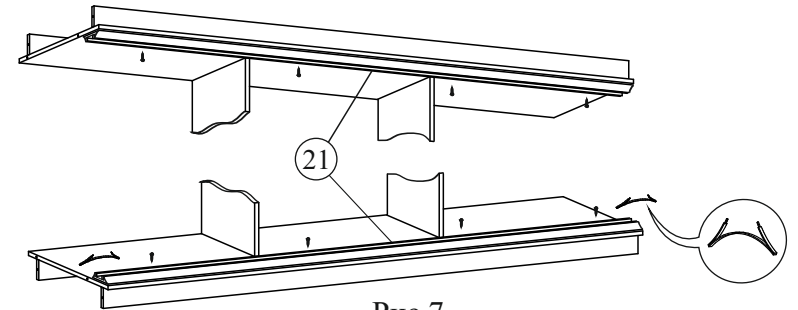

Рис.7
8. Установить ходовые профиля 21 на нижнюю вязку и крышку, приставив вплотную к перегородкам 8 снизу и 12 сверху и закрепить их с помощью саморезов со сверлом 4,2x13, предварительно вставив в них стопора (рис.7). Стопора вставлять в паз нижнего профиля (один стопор для передней двери второй для задней). Отрегулировать положение стопоров самостоятельно. Ходовое колесо в крайнем положении, должно попадать в середину стопора. 9. С помощью евровинтов прикрепить планку 7 к боковинам 1а и 16 (рис 6).